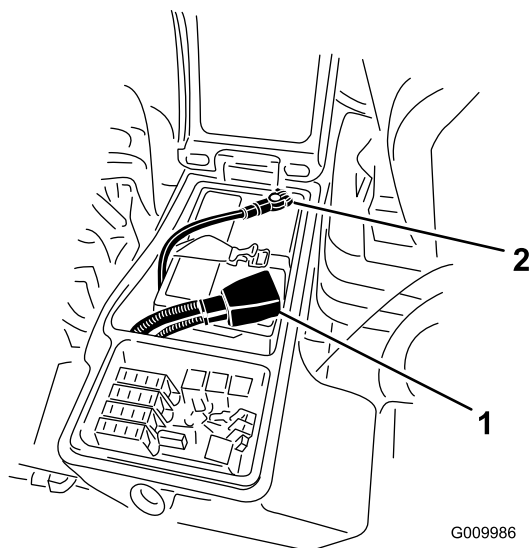

図 53
6. 赤いケーブルをバッテリーの端子に、黒いケーブルはバッテリーの端子に固定する 図 53